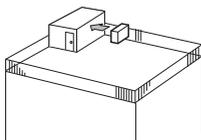

Fig. 2-3
- ① Suunake õhu väljalaskeava lähima seina suunas, umbes 35 cm seinast eemale. (Fig. 2-3)